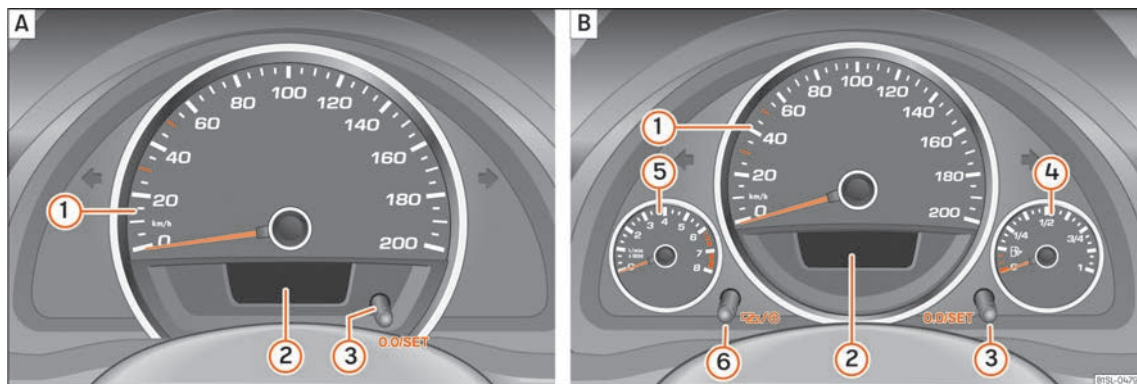

Fig. 96 Quadre d'instruments, al tauler d'instruments: variant 1 (A) i variant 2 (B).
Explicacions sobre els instruments » fig. 96:
A la pantalla del quadre d'instruments »» **fig. 96 2** s'hi pot mostrar diferent informació en funció de l'equipament del vehicle:
La indicació de la inspecció apareix a la pantalla del quadre d'instruments »» fig. 96 (2).